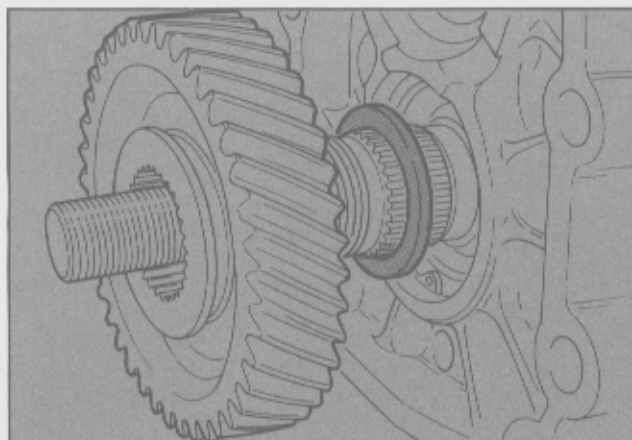

Fig. 35 - Ubicación del engranaje de 5ta. con el espaciador en el quintuple.
- Instalar la herramienta especial T82G-7111-BAS deslizando el eje del quintuple hacia afuera. Localizar el espaciador (con la ranura hacia la carcasa) y el engranaje de 5ta. velocidad (Fig. 35).